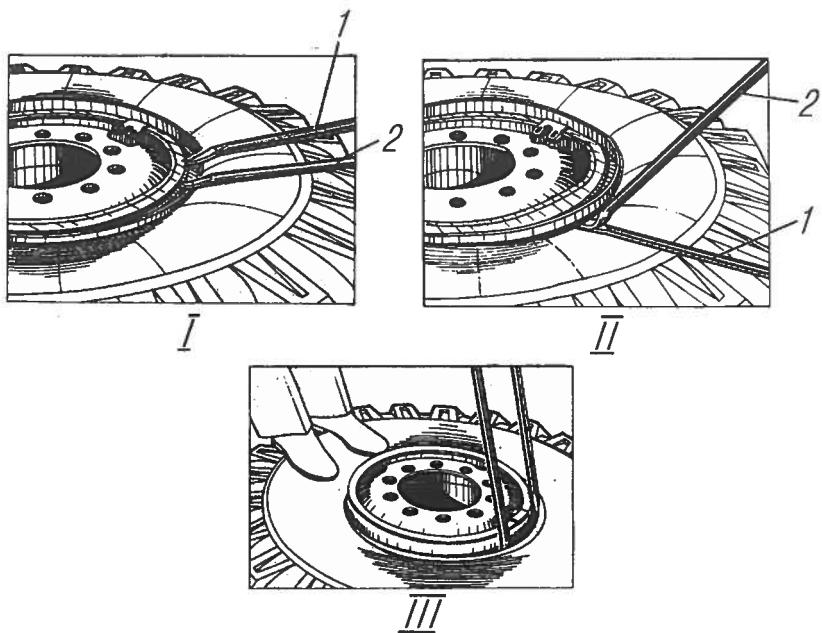

Рис. 45. Разборка колеса:
2. Снять борт шины с посадочной полки обода, для чего ввести плоский конец короткой монтажной лопатки в демонтажный паз между бортовым и замочным кольцами и отжать бортовое кольцо вниз, в образовавшийся зазор ввести рядом плоский конец второй монтажной лопатки (рис. 45, I). Нажимая на обе лопатки и поочередно переставляя их по кругу на расстоянии 50–100 мм друг от друга, несколько осадить бортовое кольцо вместе с бортом шины вниз, а затем, применяя крюкообразный конец большой монтажной лопатки, полностью снять (осадить) борт шины по всей длине с посадочной полки обода.
— между короткой лопаткой и бортовой закраиной (бортовым кольцом) завести крюкообразный конец большой монтажной лопатки так, чтобы плоский конец короткой монтажной лопатки разместился в ее пазу (допускается применять молоток) и, опираясь пяткой второй лопатки о первую, надежно зацепившись ее крюкообразным концом за бортовое кольцо, одновременно отжимая обе лопатки (рис. 45, II), осадить борт шины вниз;
- ввести плоские концы монтажных лопаток между ободом и бортом шины в зоне вентиля на расстоянии 200–250 мм друг от друга (рис. 45, III) и, нажимая на них, переместить часть борта через посадочную полку вверх (вывести его наружу обода). При этом противоположная часть борта шины должна обязательно находиться в монтажном ручье обода;